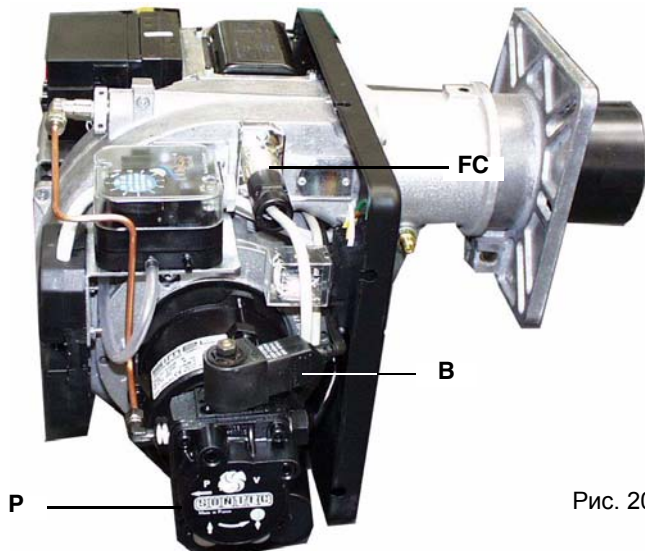

Рис. 20
- 2 вынуть соединительный разъем катушки **B** на насосе **P** (Рис. 20), во избежание нежелательного попадания дизельного топлива в камеру сгорания;
- 4 вынуть фоторезистор **FC** (Рис. 20) и осветить его;
- 5 выпустить воздух через штуцер манометра **M** насоса (**P**), расслабив слегка заглушку, но не снимая ее (Рис. 20).